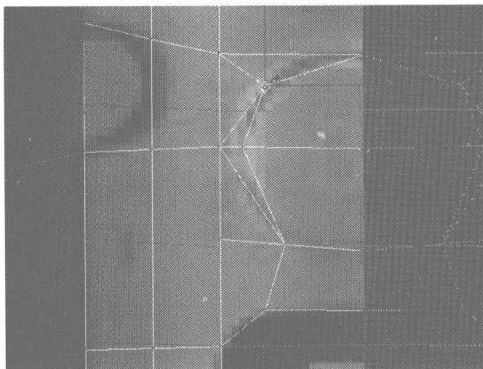
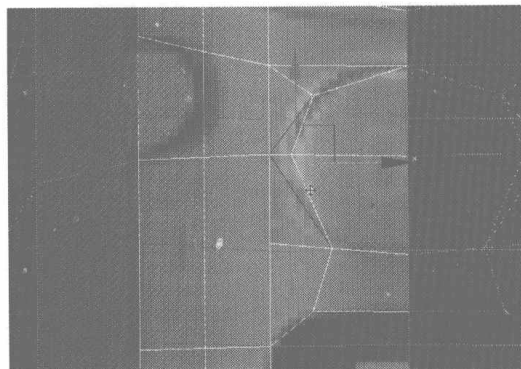

图 3.63
图 3.64
- 03** 继续添加如图 3.63 所示的曲线，再选择如图 3.64 所示的边线，用 Remove 命令将选择的边线删除，划分出按钮区域。